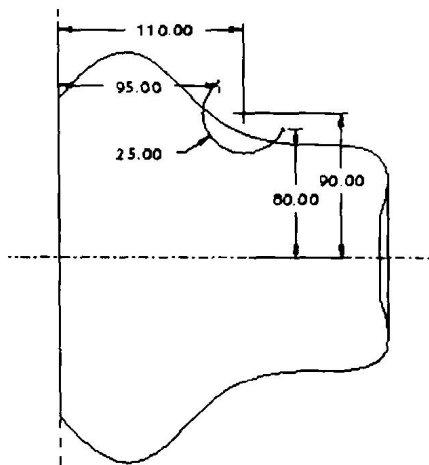

图 1-20
(1) 单击旋转工具按钮, 打开旋转特征面板。单击  按钮, 单击草绘截面按钮 , 系统显示 Section 对话框。
(2) 单击 Section 对话框中的 Use Previous 选项, 单击该对话框中的 Sketch 按钮, 系统进入草绘状态。
(3) 绘制如图 1-20 所示的一段圆弧。